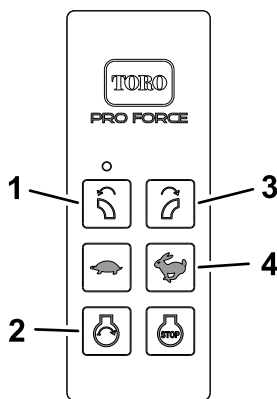

Figure 18
- Appuyez sur le bouton DÉMARRAGE (Figure 18) sur la télécommande manuelle.